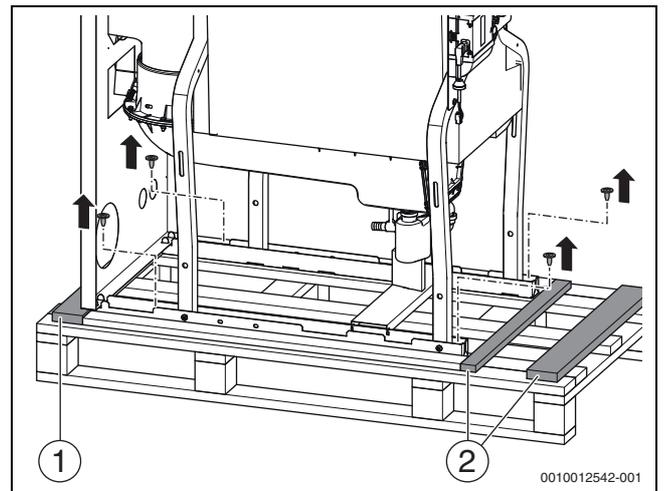

Fig. 7 Slegare la caldaia dal pallet di sostegno (rappresentazione esemplificativa)
- ▶ A seconda della direzione di spinta togliere i corrispondenti listelli di fissaggio (→ fig. 7).